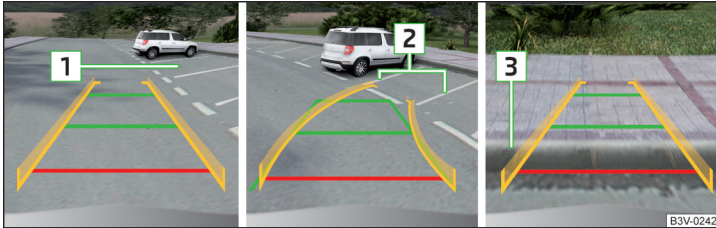

Abb. 265 Bildschirmanzeige
- › An der ausgewählten Parklücke **1** » Abb. 265 langsam vorbeifahren und das Fahrzeug anhalten.